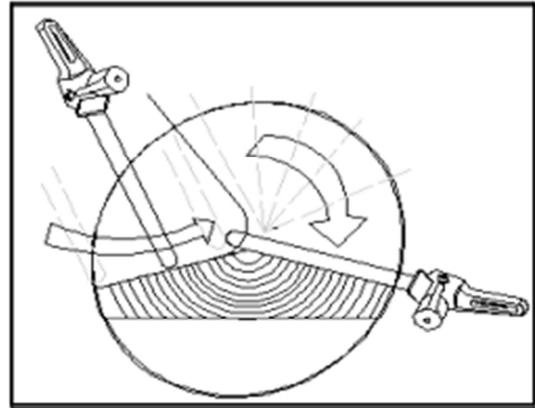

Fig. 9
2. Se il diametro della sezione del tronco è maggiore della lunghezza della barra, effettuare 2 tagli come mostrato (Fig. 9).